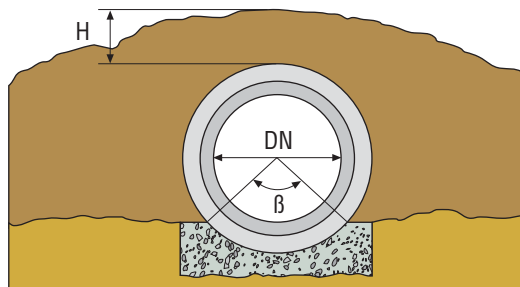

Fig. 64
- **ALTEZZA DI RINTERRO (H)** è la misura della distanza verticale tra il piano orizzontale tangente alla generatrice superiore della superficie esterna del tubo (estradosso) e il piano superiore del riporto (fig. 64 - 65).